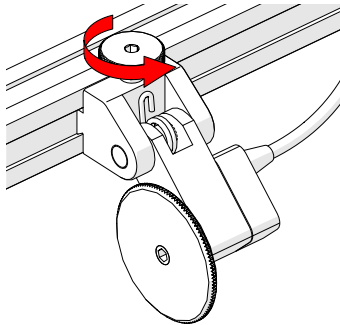

Fig. 26 - Tighten knob
2. Tighten the encoder knob (Fig. 26).